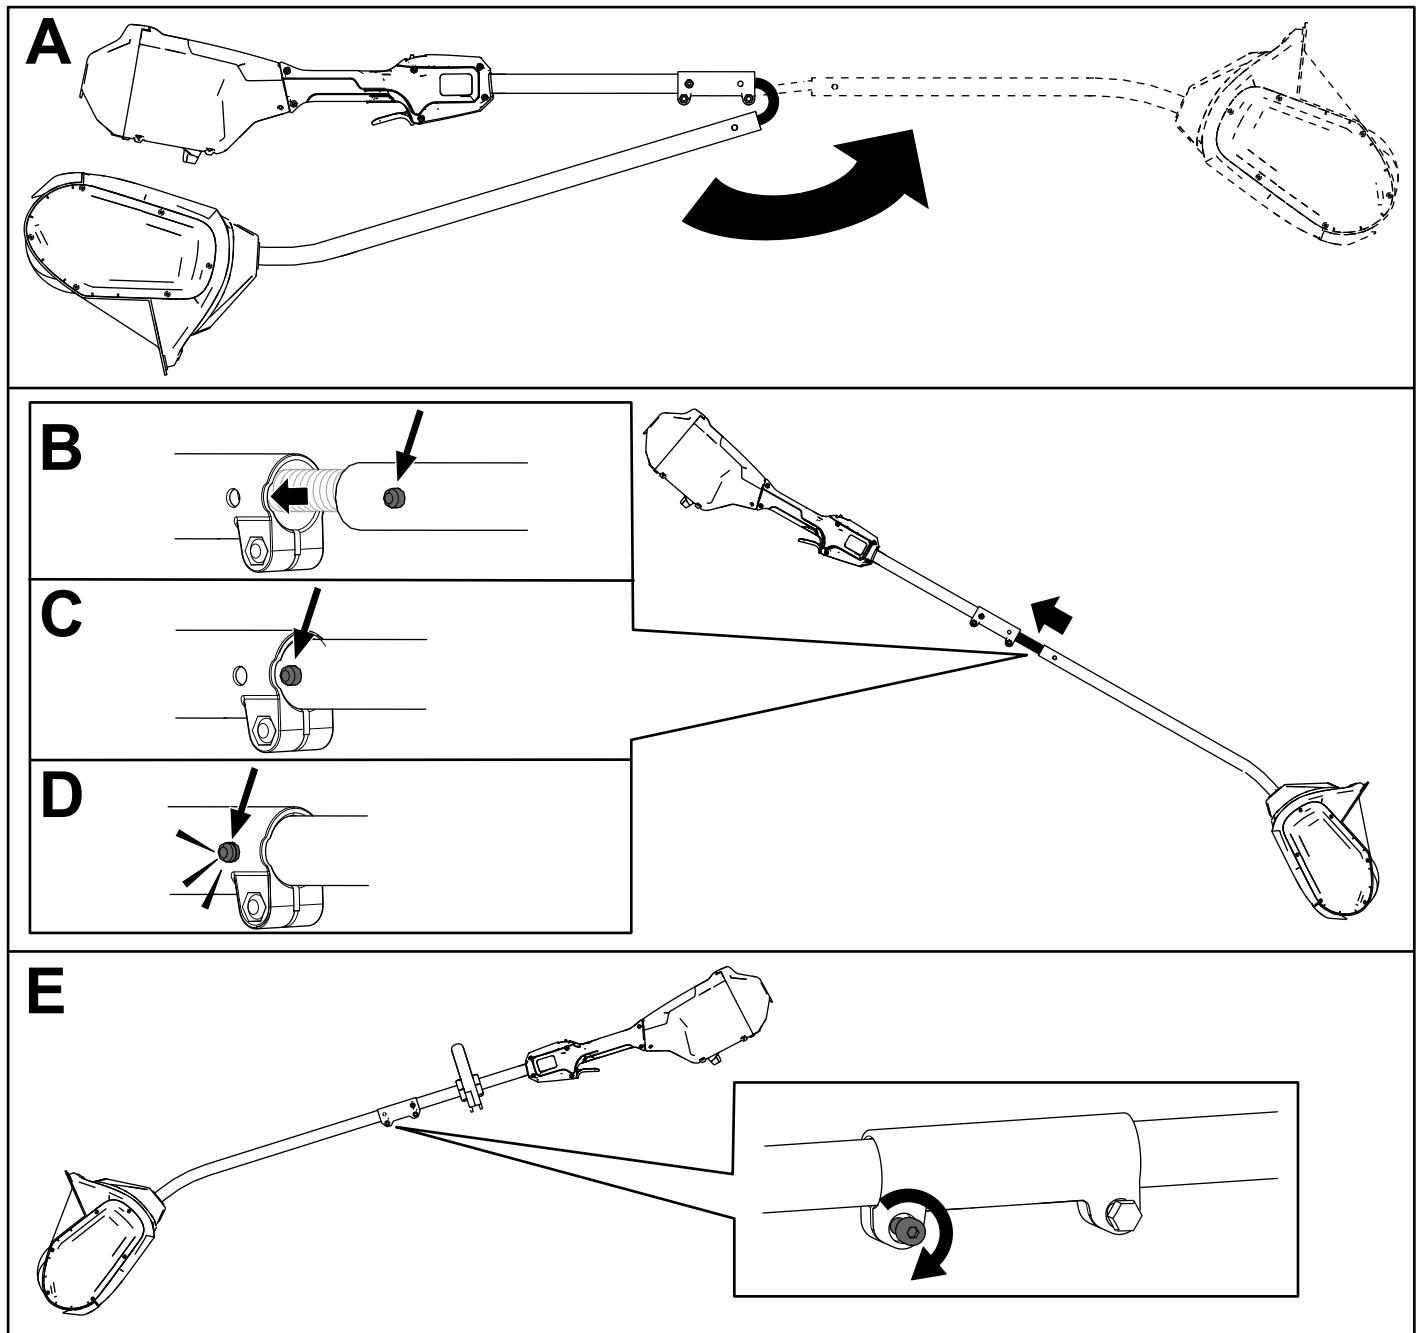

Figura 4
1. Aprite l'impugnatura (A di Figura 4).
2. Allineate il pulsante di bloccaggio sull'albero inferiore con il foro scanalato sull'albero superiore e fate scorrere insieme i 2 alberi (B e C della Figura 4).
Nota: Il pulsante di bloccaggio scatta nel foro scanalato quando gli alberi sono fissati (D della Figura 4).
3. Utilizzando la chiave a brugola in dotazione, serrate la vite sul connettore dell'albero fino a quando non è fissata (E della Figura 4).